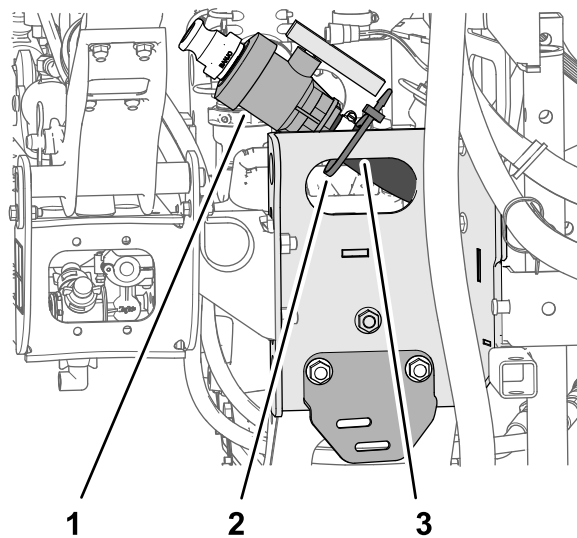

図 13
1. ドレンバルブと液剤タンク用のホースをスキッドのチャネル部に固定しているケーブルタイを外す 図 13。